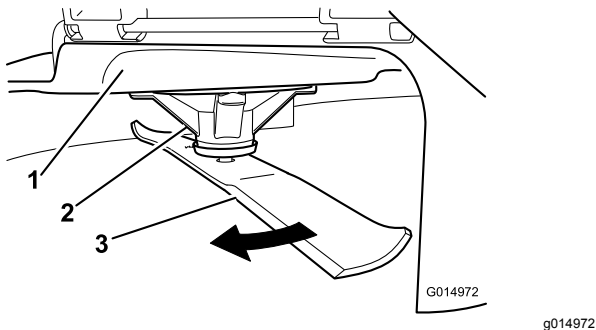

Bild 60
2. Tragen Sie dicke Handschuhe oder andere angemessene Handschuhe und drehen Sie das Messer langsam in eine Stellung, in der das Messen des Abstands zwischen der Schnittkante und der ebenen Fläche der Maschine möglich ist (Bild 60).